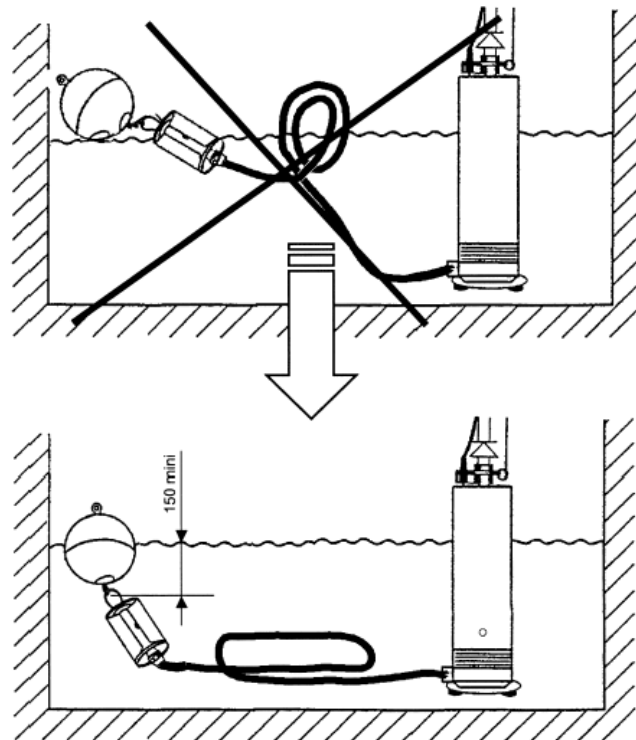

Рис. 5
- Чтобы исключить попадание воздуха, корзина фильтра не должна доставать поверхности воды. Заполните всасывающий рукав перекачиваемой жидкостью до пуска насоса (рис.5)
- Чтобы исключить попадание воздуха, корзина фильтра не должна доставать поверхности воды. Заполните всасывающий рукав перекачиваемой жидкостью до пуска насоса (рис.5).